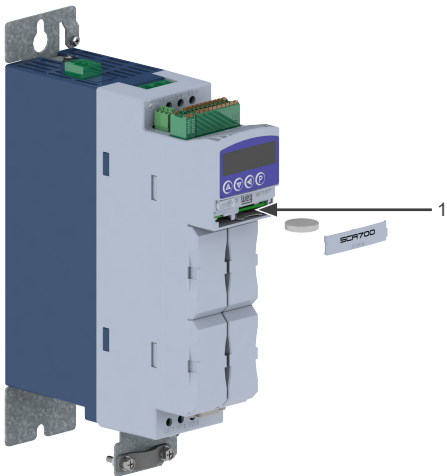

Figura 3.12: Localização da bateria tipo CR2032
2. Retirar a tampa do Slot 0 conforme Figura 3.12 na página 3-27.